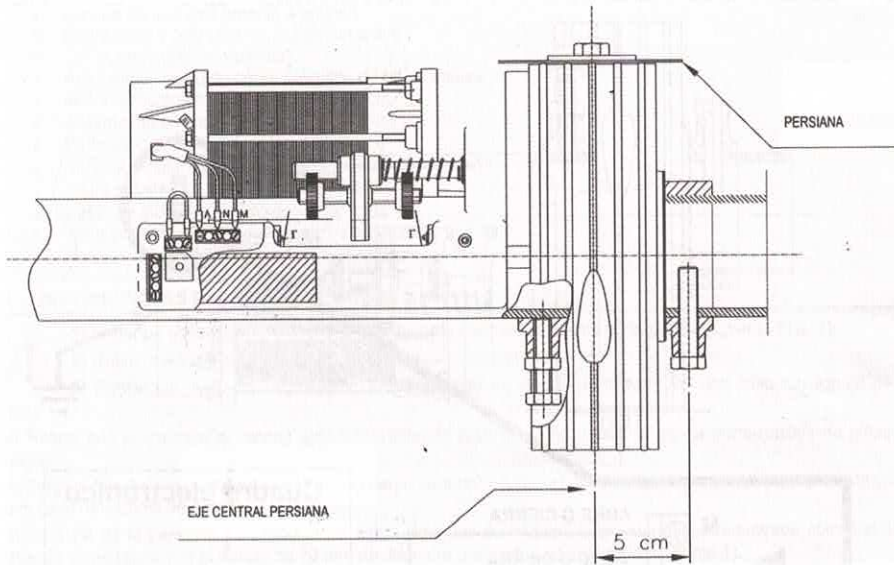

FIG. 1
- 1) Hacer un orificio de 10 mm a 5 cm de diámetro del centro del eje de la persiana (ver la FIG. 1).
- 13) Apretar a mano el motorreductor 1-1½ vuelta llevando la abrazadera de final de carrera hacia el microinterruptor 1 (abajo) como en la fig. 1 (debe girar sin obstáculos).
- 19) Si es necesario instalar la persiana en el sentido opuesto al que se ilustra en la FIG. 1, los pasos anteriores se deben realizar cambiando las funciones de los dos microinterruptores, ya que el microinterruptor 2 detiene la bajada y el microinterruptor 1 detiene la elevación.